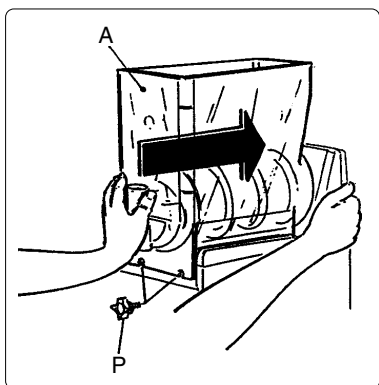

Fig. 17
- g) Volver a montar el depósito (A) colocándolo de modo que encaje en la propia guarnición y quede asegurada la estanqueidad (ver fig. 17), volver a montar los pomelos (P). Para facilitar el montaje, aconsejamos además humedecer la parte posterior del depósito en la parte que coincide con la guarnición de estanqueidad.